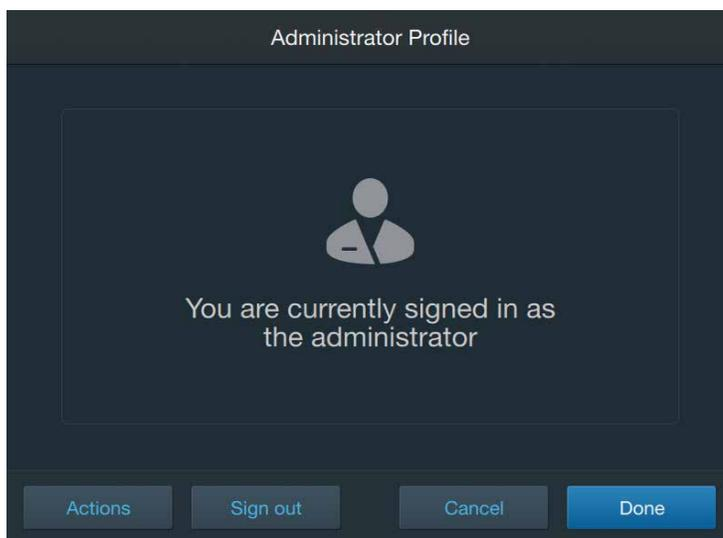

Abbildung 3.16. Bildschirm „Administrator Profile“ (Administratorprofil).
4. Nachdem Sie das Administratorprofil erstellt haben, können Sie die Administratoroption unter „System Settings“ (Systemeinstellungen) verwenden, um sich bei dem Profil an- und abzumelden (Abbildung 3.16).